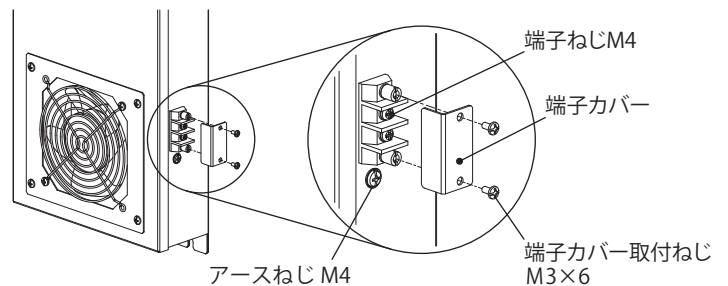

図 6 端子カバー取付
- 付属の端子カバー取付ねじ M3×6 にて、端子カバーを取り付けてください。(図 6)